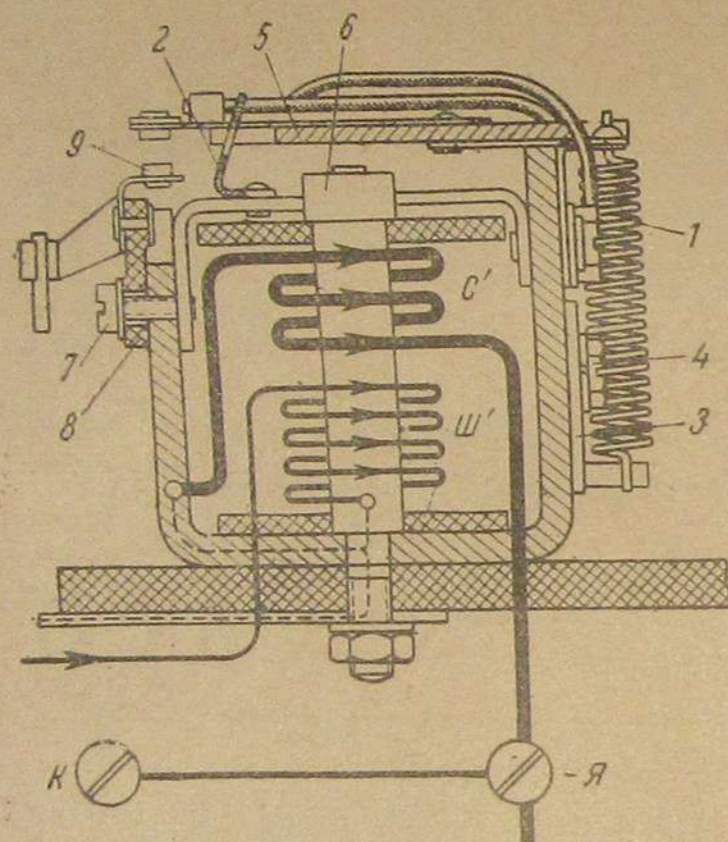

Рис. 40. Конструктивная схема реле
Напряжение, при котором происходит замыкание контактов реле, зависит от расстояния между якорем и сердечником реле и от натяжения пружины 1 (рис. 40, стр. 66).
5) измерить щупом зазор между якорем 5 (см. рис. 40) и сердечником реле 6 при разомкнутых контактах и соответствующим подгибанием упорной рамки 2 довести его до 1,8—2,4 мм;